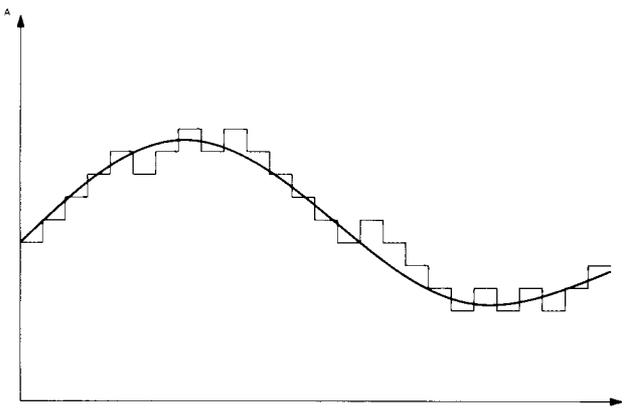

Fig. 6.8
6.6.5.1 Lineare Delta-Modulation (siehe Abb. 6.8)